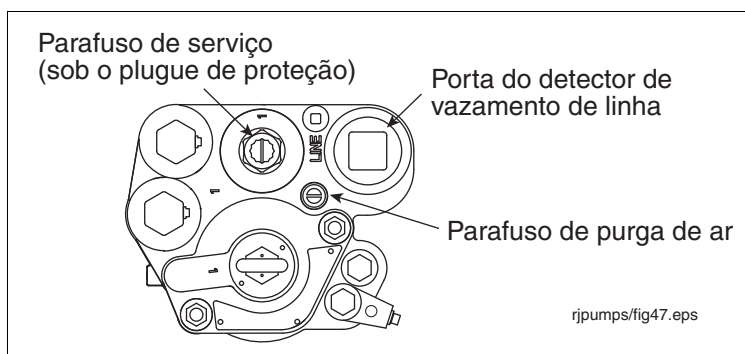

Figura 40. Posicionamento do plugue da porta de descarga para o transdutor de vazamento de linha
2. Remova e guarde o plugue de proteção sobre o parafuso de serviço e gire o parafuso no sentido horário (consulte a Figura 40). À medida que o parafuso se aproxima da posição inferior, você ouvirá a depressurização do sistema. Continue girando o parafuso até que ele não possa mais avançar. Quando o parafuso estiver totalmente abaixado, dê 4 voltas para trás no parafuso para levantar a válvula de retenção e permitir que o combustível seja drenado para fora das cavidades hidráulicas do manifold.
6. Abra o parafuso de purga de ar de 2 a 3 voltas no sentido anti-horário (consulte a Figura 40).